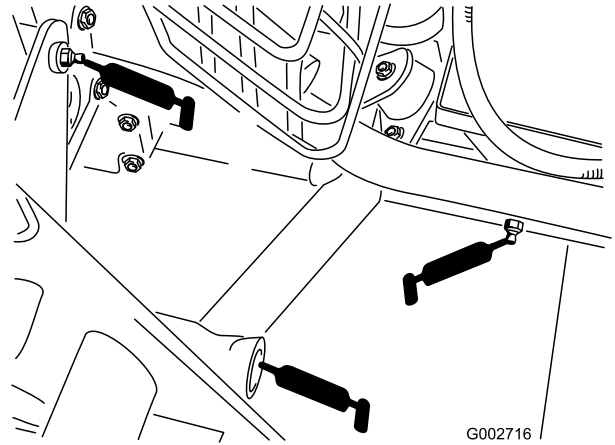

Figure 21
- 5 paliers d'attelage arrière (Figure 21).